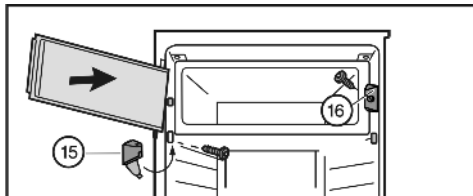

Fig. 12
- ▶ Monter l'élément de fermeture Fig. 12 (16).
- ▶ Monter le support d'appui Fig. 12 (15) et fermer le cache.